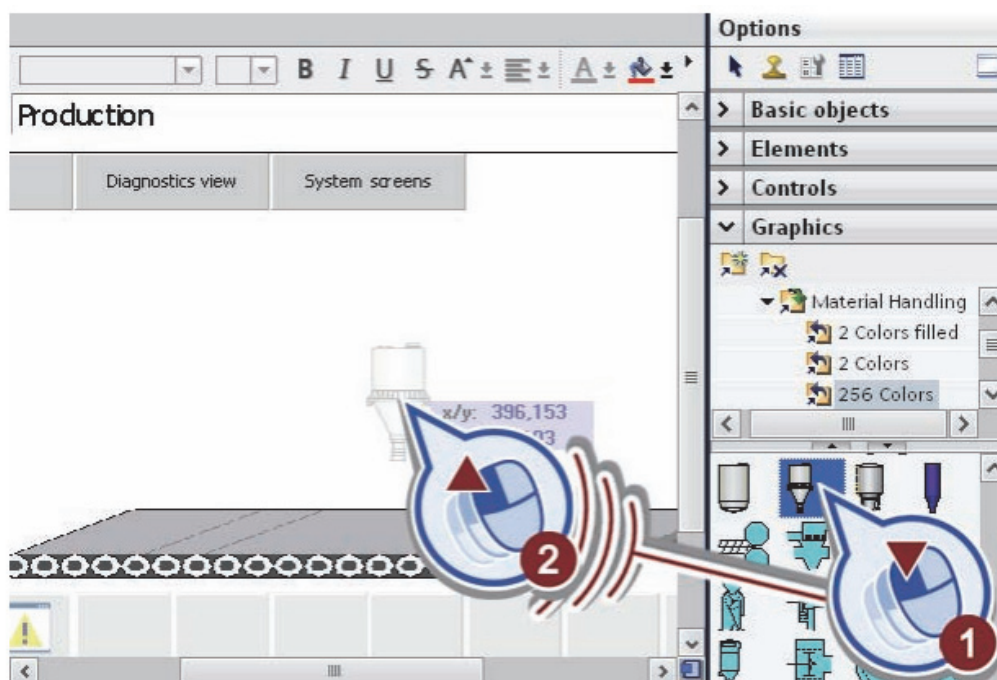

Рис. 3.7. Добавление наполнителя
- перетащите графическое изображение «Silo2» на экран (рис. 3.7).